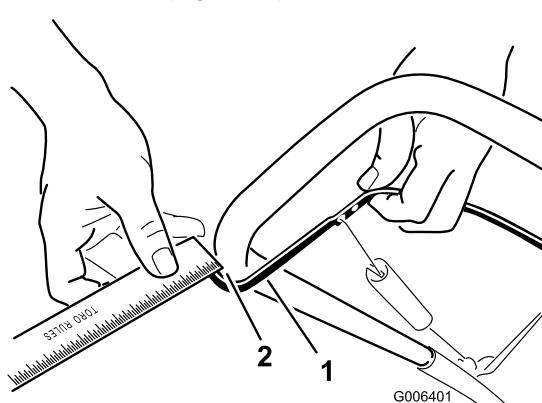

Figure 26
Rapprochez la barre de commande du guidon pour tendre le câble de commande (Figure 26).
**Remarque:** Vérifiez que la barre de commande et le guidon sont espacés de 2 à 3 mm (1/16 à 1/8 po) (Figure 26).
2. Accrochez le raccord en Z à un trou plus haut ou plus bas sur la biellette de réglage de manière à obtenir un espace de 2 à 3 mm (1/16 à 1/8 po) entre la barre de commande et le guidon (Figure 26).